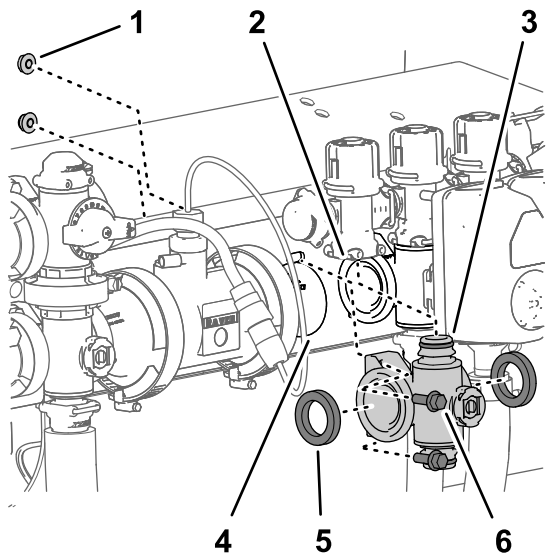

図 110
4. 左右のブームマニホールドのそれぞれをバルブサポートに固定しているフランジヘッドボルト $\frac{1}{4} \times \frac{3}{4}$ " 2本とフランジロックナット $\frac{1}{4}$ "2個を取り外す 図 110。
5. ブームバルブマニホルドとガasketを下げてブームバイパスバルブをかわし、車体から取り外す 図 110。